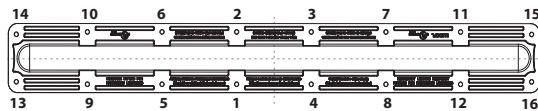

Fig. 1
FR Pour raccorder le câble d'alimentation, ouvrir le boîtier en dévissant les 6 vis du bas comme le montre la Fig. 1.
DE Zum Anschluss des Feldkabels das Gehäuse durch Lösen der 6 unteren Schrauben öffnen, wie in der Abbildung 1 dargestellt.
PT Para ligar o fio de campo, abra o invólucro desparafusando os 6 parafusos inferiores, conforme ilustrado na Fig. 1. Segure a peça de matriz de LED para evitar danos ao mover-se para baixo ao abrir quando os seis parafusos estiverem desencaixados do invólucro. Os parafusos têm uma funcionalidade cativa, pelo que não sairão da peça. O mecanismo de dobradiça irá proteger a suspensão da peça montada de matriz de LED (Fig. 2). Ligue os fios de campo ao bloco de terminais e garanta que o fio está fixo e os parafusos do terminal estão apertados com um binário de 0,6 Nm a 0,8 Nm. Feche a peça de matriz de LED e aperte os parafusos com um binário de 2,5±5% Nm.
- 2/ Dévissez les vis du bloc vasque polycarbonate comme illustré à la figure 1. —————> **NOTE: LES VIS NE SONT PAS IMPERDABLES, MERCI DE FAIRE ATTENTION!**
- 2/ Die langen Linsenschrauben M4x10, wie unten in der Abbildung 1 gezeigt, lösen. —————> **ANMERKUNG: DIE SCHRAUBEN SIND NICHT UNVERLIERBAR, BITTE VORSICHTIG HANDHABEN!**
- 2/Desaperte os parafusos compridos da lente M4x10 como ilustrado abaixo na Fig. 1. —————> **NOTA: OS PARAFUSOS NÃO SÃO CATIVOS, PELO QUE DEVE MANUSEÁ-LOS COM CUIDADO!**